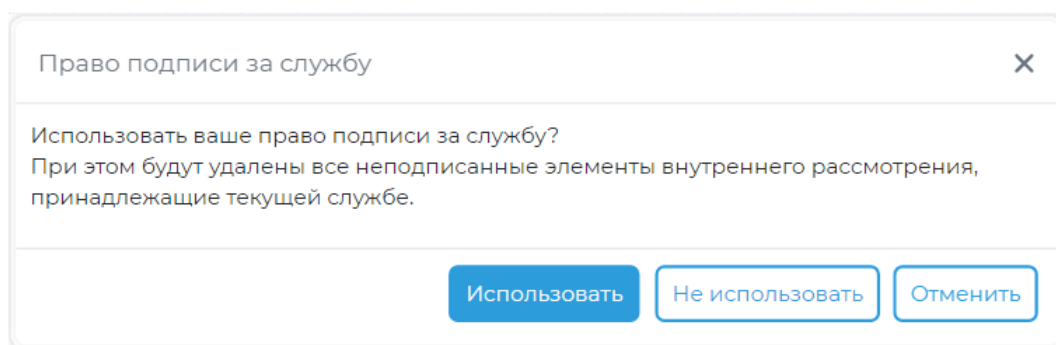

Рисунок 16.18 – Модальное окно «Право подписи за службу»
- *«Отображать модальное окно»*. При выборе данного условия при подписании заявки пользователем, наделенным правом подписи за службу и / или правом подписи за другого, отображается модальное окно «Право подписи за службу» (Рисунок 16.18).